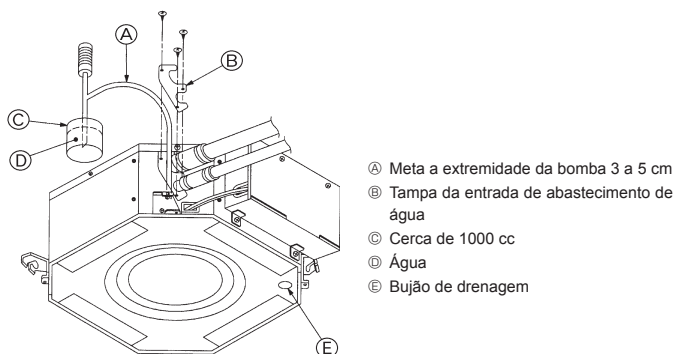

Fig. 6-3
6.3. Verificação da drenagem (Fig. 6-3)